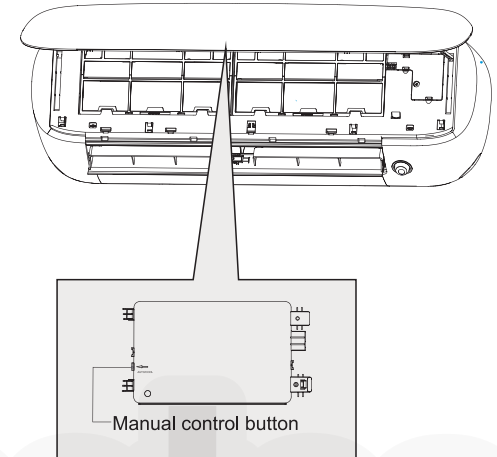

Fig.8.1
2. El botón de CONTROL REMOTO está ubicado en el lado derecho de la unidad. Presione 2 veces para elegir la función ENFRIAR (COOL). Vea Fig. 8.1.